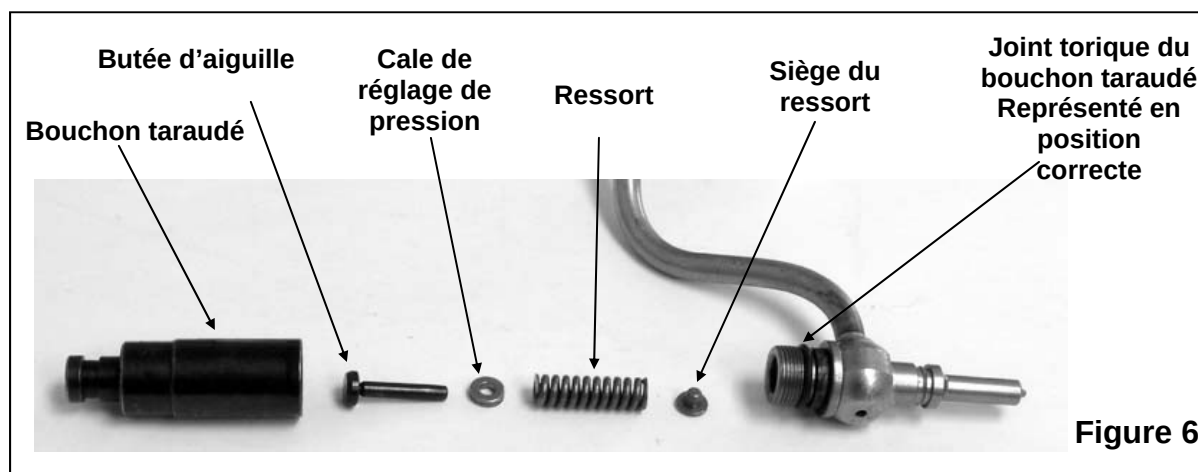

Figure 6
4. Sortir le corps supérieur de l'injecteur, la butée d'aiguille, la cale de réglage de pression, le ressort de réglage de pression et le siège du ressort (référence figure 6).